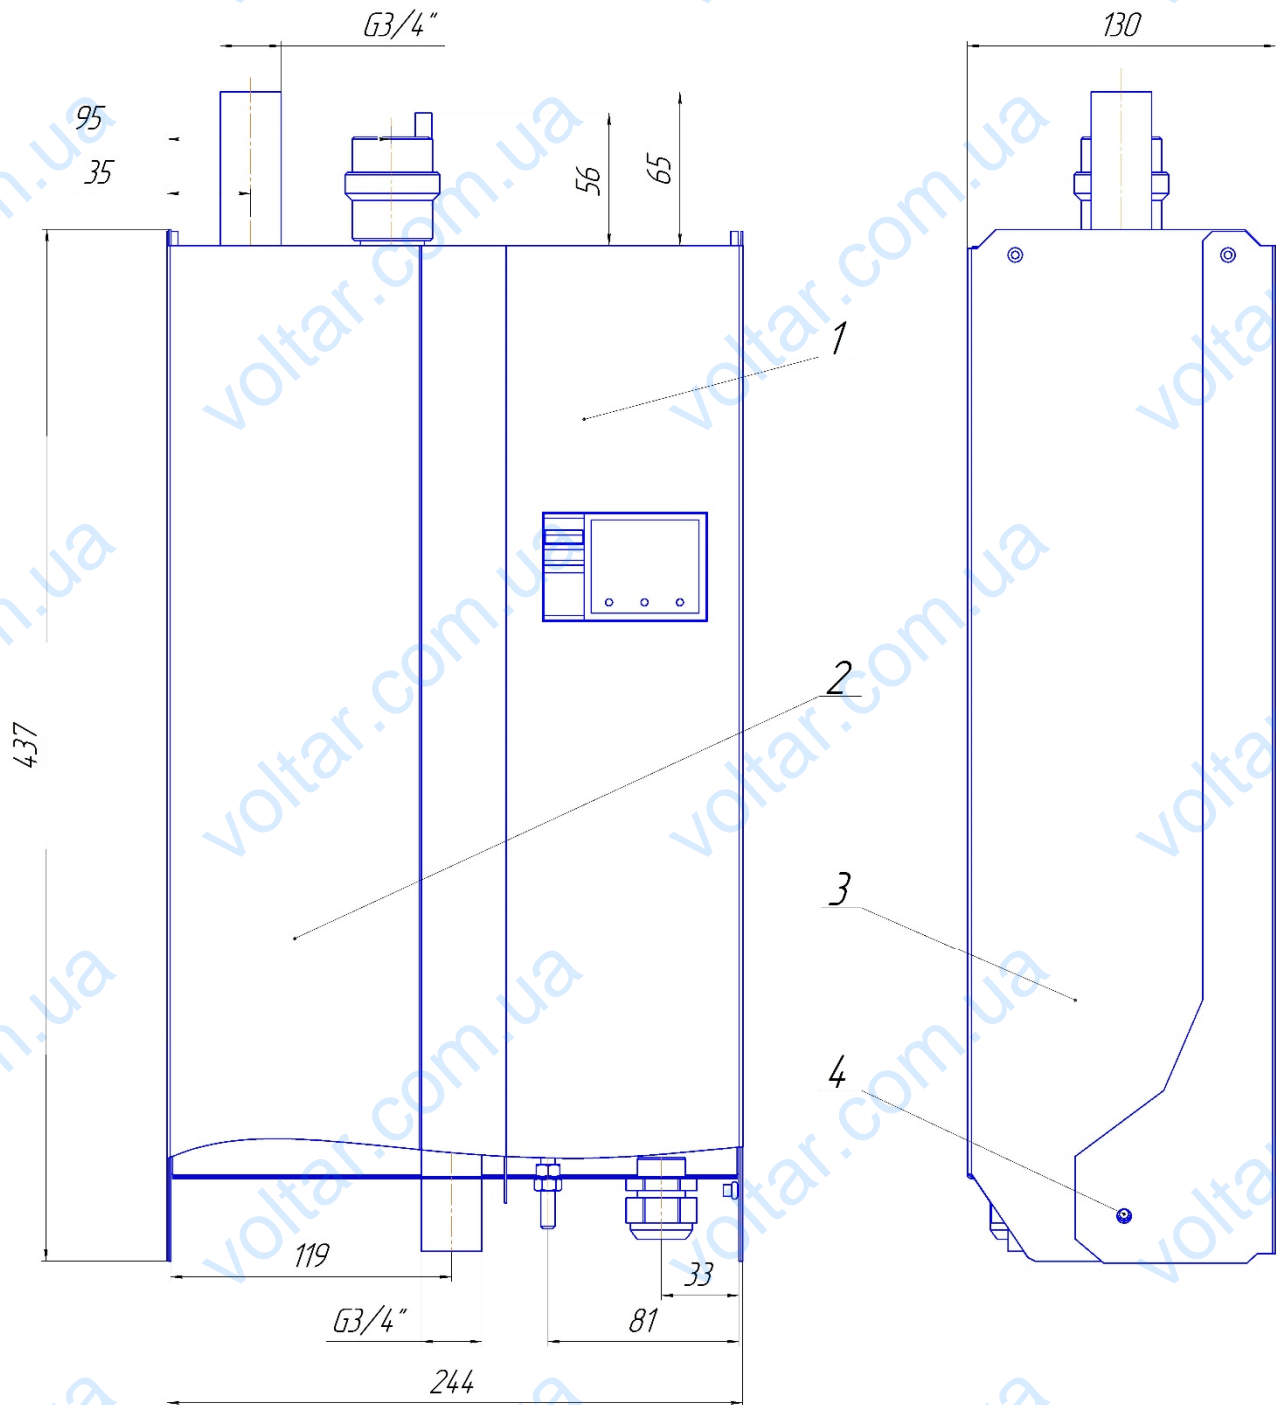
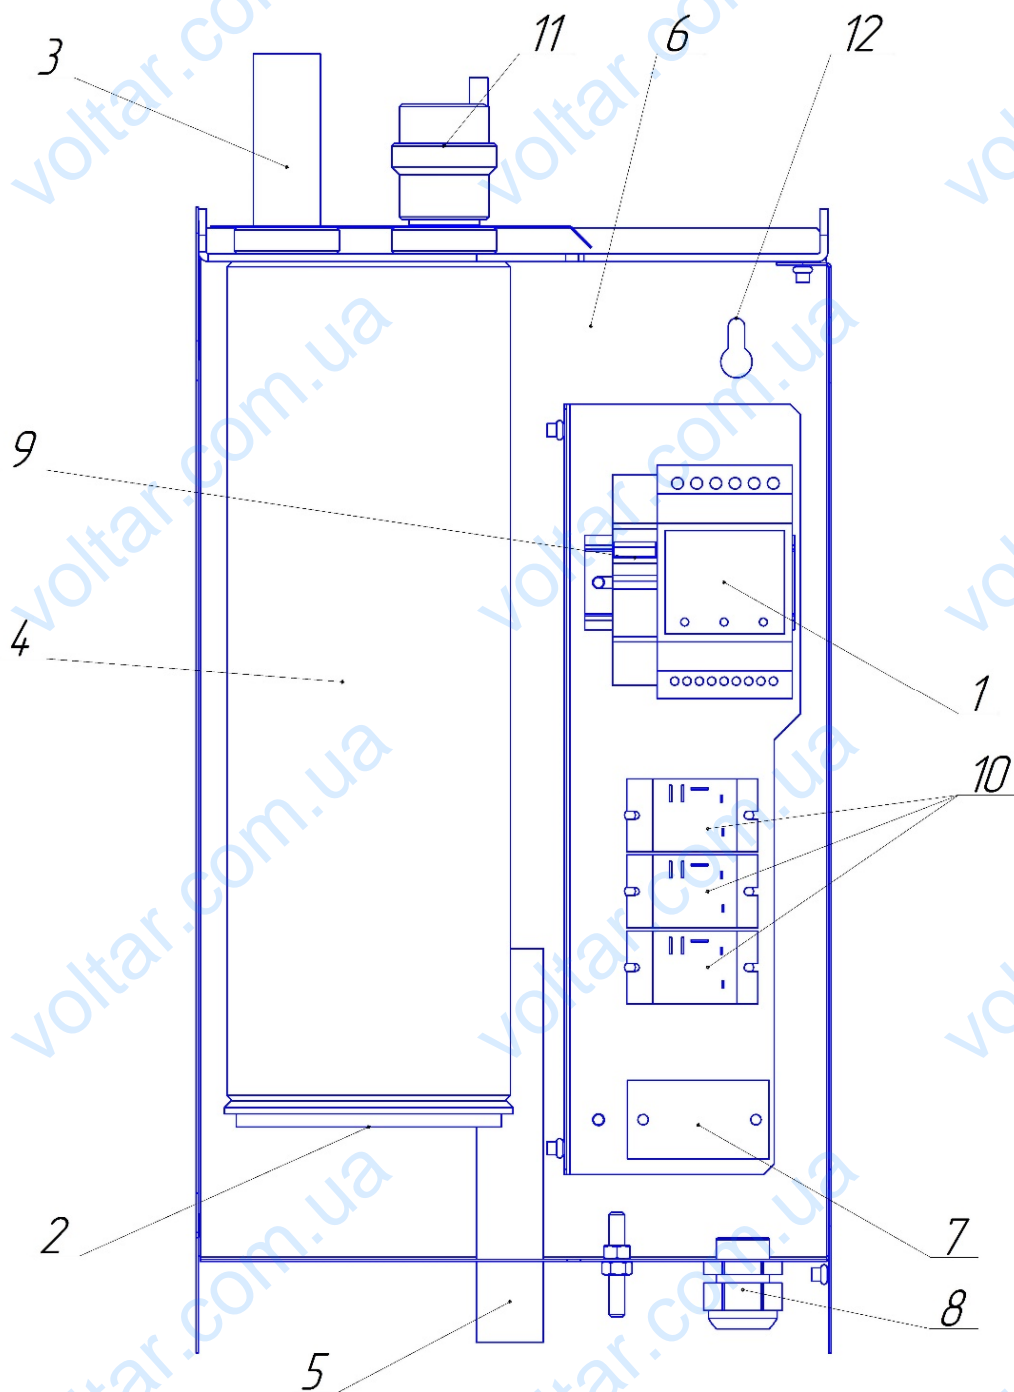

Рисунок 1 – Габаритні розміри котла
Рисунок 2 - Будова та схема підключення котла електричного тенового
1.3.1 Електричний тенівий котел являє собою металевий корпус, зібраний з окремих комплектуючих. Будова котла зображена на рис. 1.
1.3.2 Зовнішню огорожу котла складає корпус 6 (рис. 2) з передньою панеллю. У правій верхній частині корпусу знаходиться блок управління котла 1 (у вигляді терморегулятора) з
2.2.4 Деаерація системи опалення (видалення повітря) відбувається через клапан для видалення повітря 11 (рис.2) Видалення повітря із системи опалення необхідне для запобігання інтенсивної корозії внутрішніх поверхонь системи, а також усунення і утворення повітряних пробок, які перешкоджають нормальній циркуляції теплоносія.
праву панель 1 (рис.1), зняти її легким рухом з котла. Протягнути кабель живлення через герметичний кабельний ввід 8 (рис.2), зняти ізоляцію на кінцях проводів кабелю, обтиснути їх кабельними наконечниками. Надіти та зафіксувати нагрівом термоусаджувальні трубки відповідних кольорів на кабельні наконечники. Зняти захисну кришку клемної колодки 7, приєднати кабель живлення до клемної колодки у відповідності до схеми на її кришці, міцно затиснути гвинти клемної колодки. Закрити клемну колодку її кришкою, затиснути герметичний кабельний ввід, та встановити і зафіксувати передню панель електродкотла.